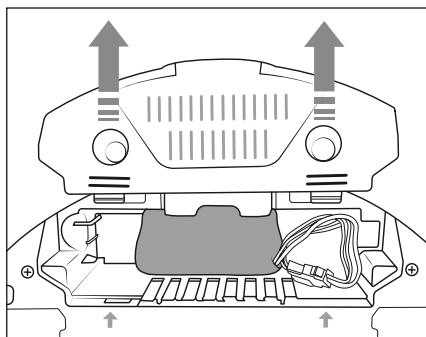

Fig. 13
- 1) Scoateți capacul compartimentului pentru acumulator 15 din aparat (a se vedea fig. 13).